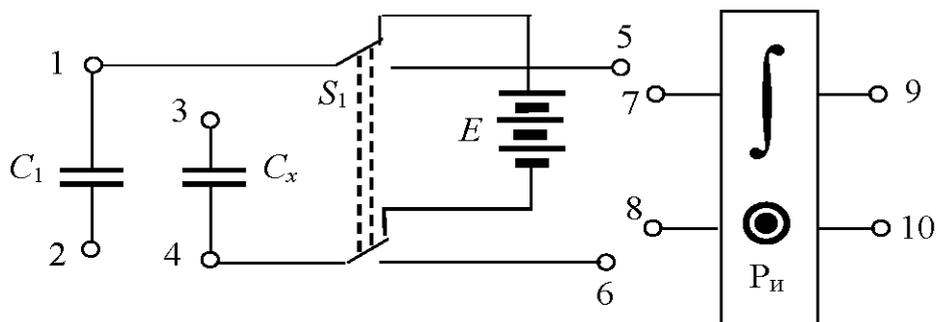

Рис. 3.2. Схема экспериментальной установки
Схема экспериментальной установки показана на рис. 3.2 и на панели лабораторного стенда.
2. Подготовьте схему для измерения емкости неизвестного конденсатора C_x , для чего гибкими перемычками попарно соедините клеммы 1 – 3, 5 – 7, 6 – 8, а выходные клеммы интегратора 9 и 10 соедините с входом вольтметра (см. рис. 3.2).
8. После этого клеммы 1 и 3 размыкаются, а клеммы 2 и 4 замыкаются (см. рис. 3.2). При этом вместо неизвестного конденсатора в цепь включается конденсатор с известной емкостью C_1 . С ним проводят пять измерений, согласно вышеописанному порядку. Результаты U_1 также записываются в табл. 3.1.